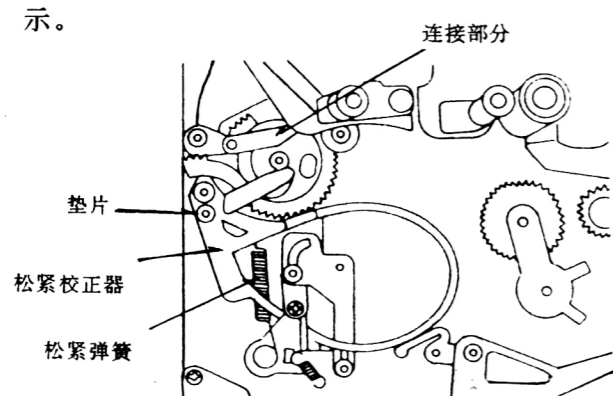

图 1-3-54
1. 插入一个垫片后, 安装上调节器, 并使调节器的带臂与装载齿轮相吻合, 如图 1-3-54 所示。